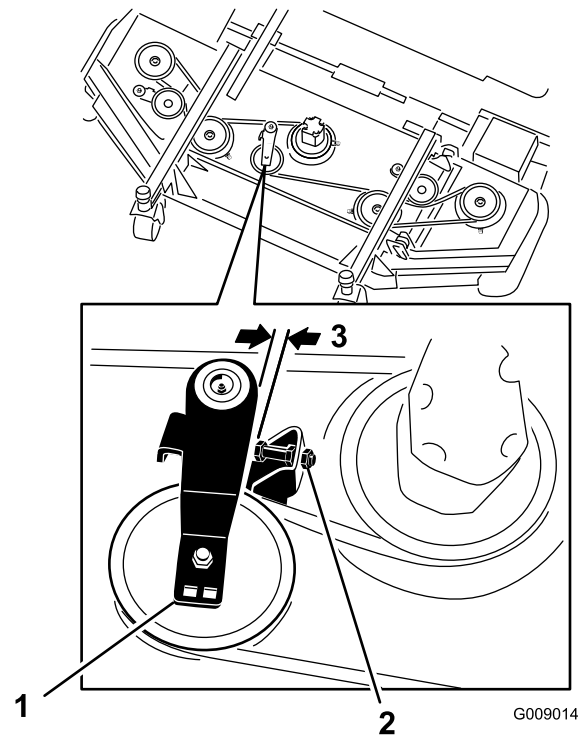

Figura 121
3. Na plataforma frontal, posição central, desaperte as porcas de bloqueio no parafuso limitador da polia intermédia e enrosque o parafuso limitador até ao suporte (Figura 121).
4. Utilizando uma chave de roquete ou ferramenta semelhante, afaste cada polia intermédia da plataforma lateral da correia da transmissão para libertar a tensão da correia e permitir que esta saia da polia da plataforma lateral (Figura 121).